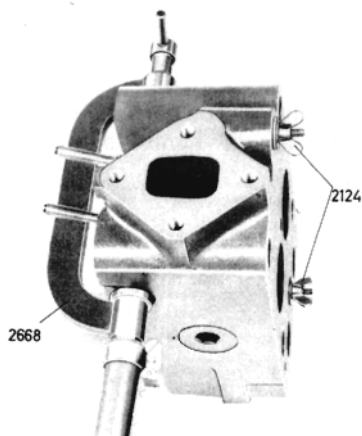
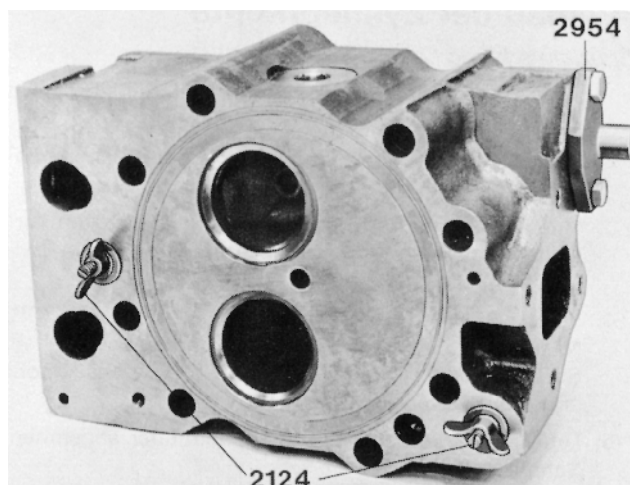

Fig. 22. Provtryckning av cylinderlock, 100-serien
Fig. 23. Provtryckning av cylinderlock, 120-serien
1. Sätt fast expanderskruvarna 2124 (2 st) samt anslut en vattenledning tillsammans med 2668 på 100-serien (fig. 22) resp 2954 tillsammans med en O-ring på 120-serien (fig. 23). Dra ej expanderskruvarna så hårt att gummipackningarna skadas.